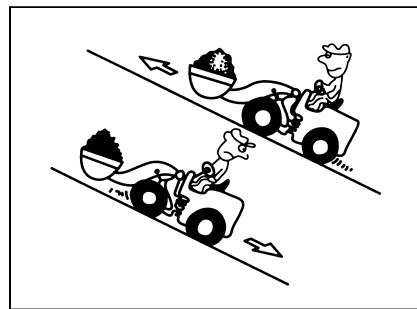

Рис. 1-62
- Когда погрузчик ходит до откоса с полной нагрузкой (рис. 1-62)